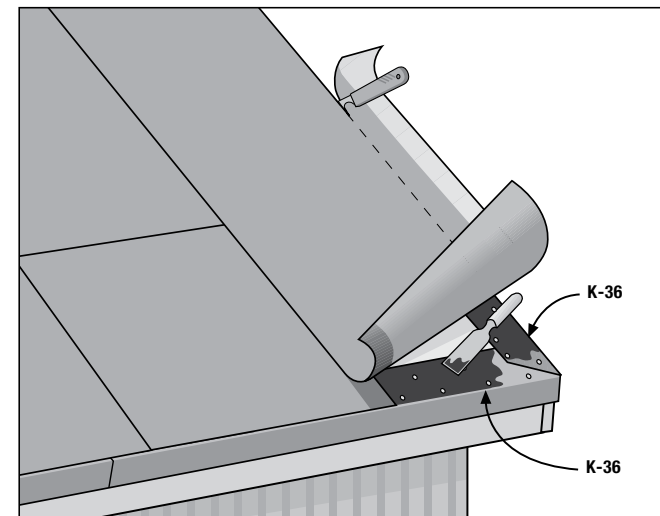
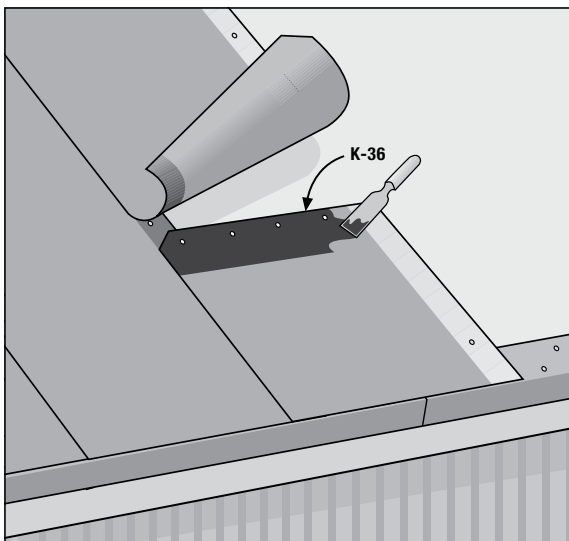
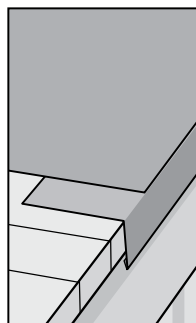
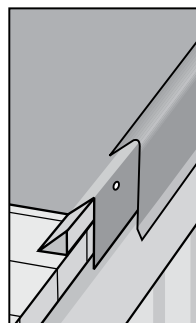

Bild 6
Bild 7
Bild 8a
Bild 8b
Den sista våden skärs längs med gavelkanten och klistras noga i fotplåten med Tätklister K-36 (**bild 6**). Om våden monteras i två delar (**bild 7**) ska den första biten fästas i takfoten och spikas fast i övre ändan på samma sätt som vid nocken. Den andra biten överlappas med 15 cm på den förra, spikas fast i nocken och nedre änden limmas på den första våden.
I lodrät montering gör man som i punkt 3.a (bild 6) då fotplåtar monteras på gavelkanten (bild 8a). Om gavelkanten höjs upp (bild 8b eller 8c) t.ex. med en trekantlist eller en snedskuren bräda ska våderns kanter gå över gavelkanten och nå 1–2 cm över brädläggningens undre kant som en s.k. översvämningvåd. Ovanpå monteras en separat takkantsplåt som ska bockas enligt måtten på förhöjningen och fästas med tätande takskruvur utanpå krönet eller i takkantens övre yta.
7. TopTites tvärskarvar görs med 15 cm överlappning (**bild 7**).